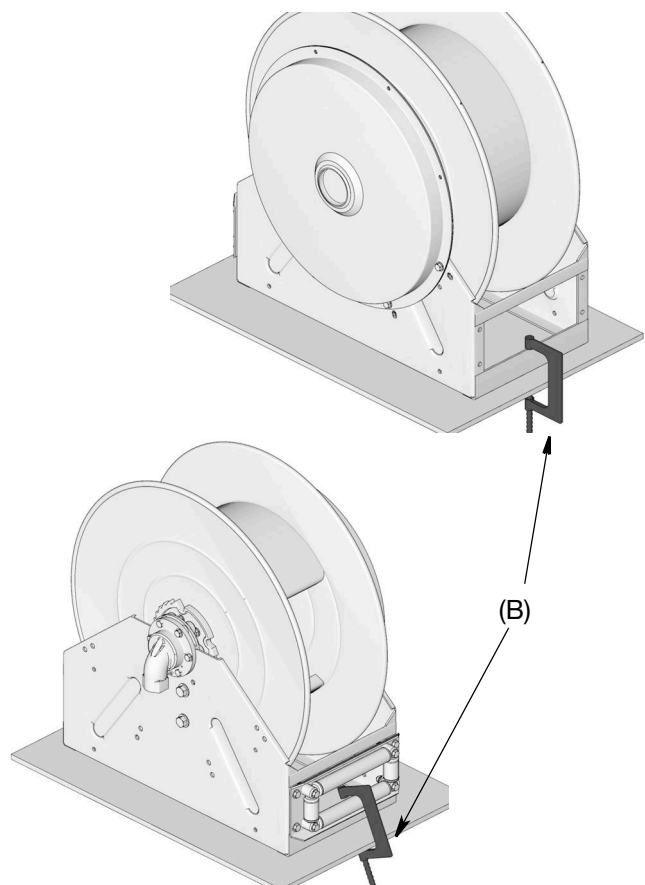

FIG. 5
1. Se l'avvolgi tubo non è installato in una posizione fissa, utilizzare 2 morsetti a C grandi (B) (uno davanti e uno dietro) per fissarlo a una superficie piana (FIG. 5). Collocare uno straccio sul rullo inferiore e il telaio posteriore per proteggerne la superficie quando i morsetti a C vengono serrati.